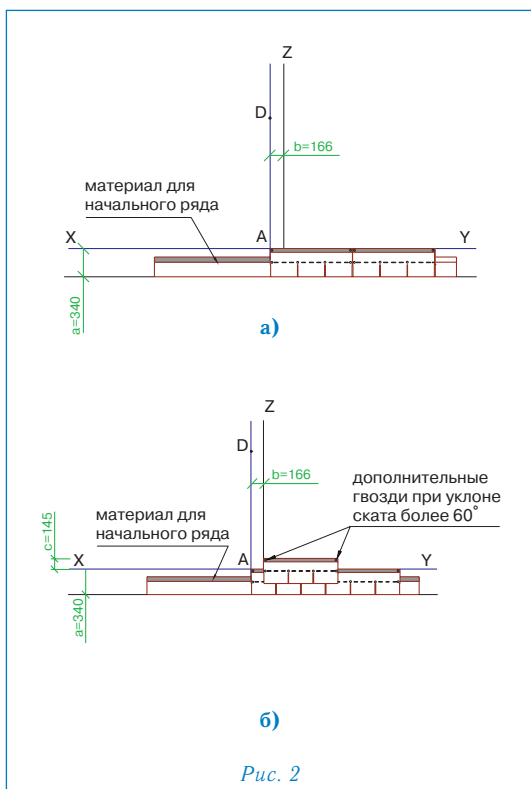

Рис. 2
Укладка материала (рис. 2)
- По линии карниза укладывается специальный самоклеящийся рулонный материал для начального ряда, при этом предварительно снимается защитная пленка с его изнаночной стороны (рис. 2а);
- укладка черепицы начинается от линии AD, при этом ее верхний край выравнивается по линии XY (рис. 2б);
- следующий ряд укладывается от линии Z (со смещением 16,6 см от AD) (рис. 2б);
Для крепления гибкой черепицы ПРЕСТИЖ ЭЛИТ используются гвозди из нержавеющей стали улучшенного прилегания (ершеные) с гладкими широкими шляпками. Каждый лист черепицы ПРЕСТИЖ ЭЛИТ крепится 4 гвоздями (ось гвоздей на линии битумных клеевых полос) таким образом, чтобы гвоздь прошивал и верхний край нижележащего листа черепицы (рис. 2б).